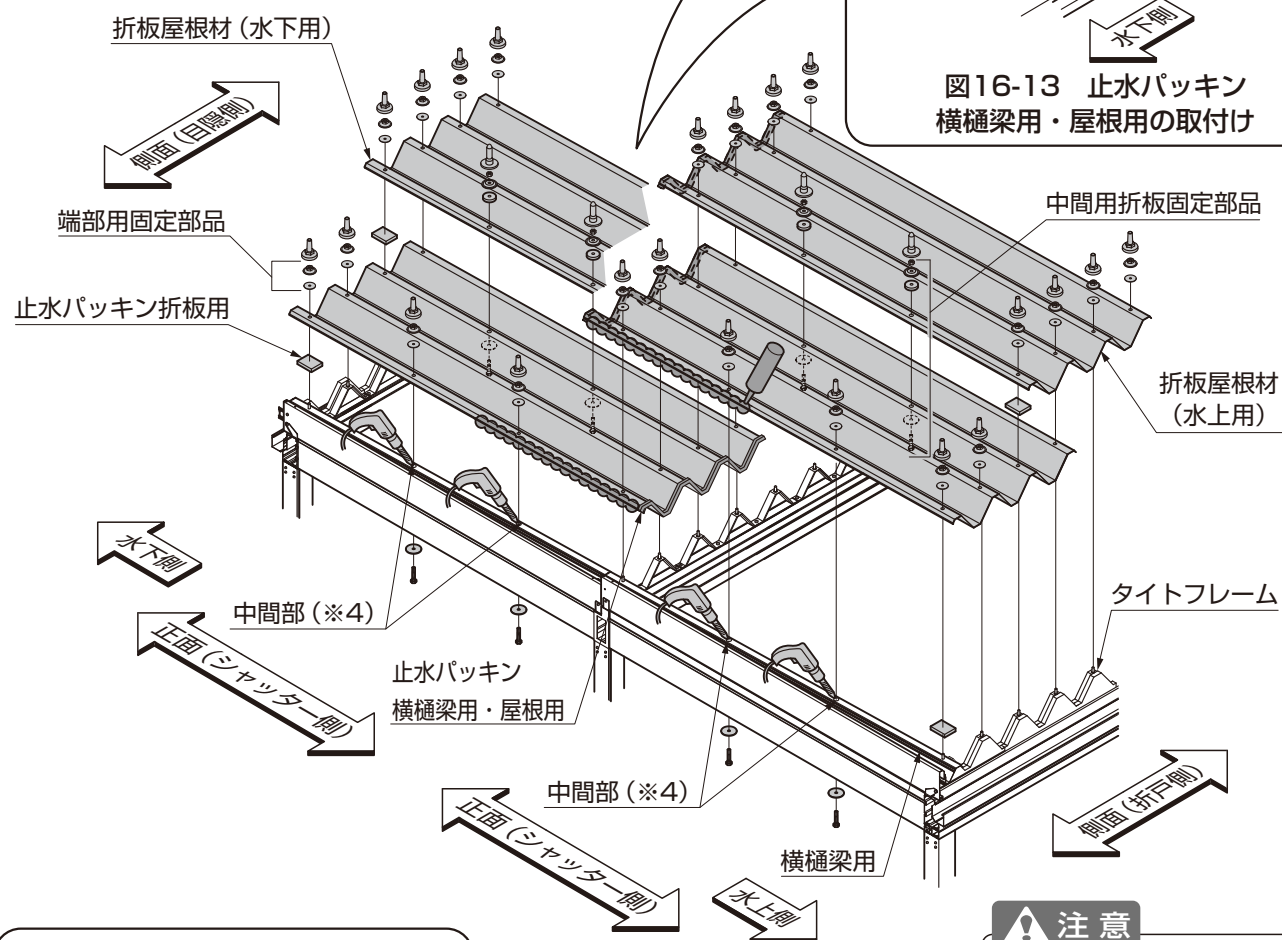
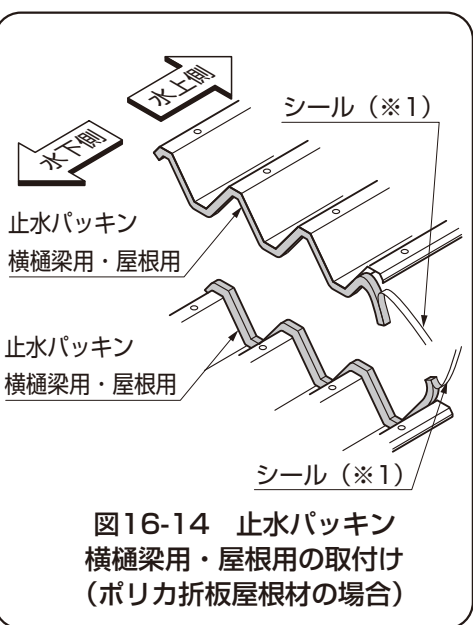

図16-13 止水パッキン
図16-14 止水パッキン
- ①水上側折板屋根材と水下側折板屋根材の中間重なり部分に、止水パッキン横樋梁用・屋根用のシール(※1)をはがして貼付けてください。(図16-13、図16-14参照)
- ポリカ折板屋根材の場合は、止水パッキン横樋梁用・屋根用を、水下側の場合は上側に、水上側の場合は下側に貼付けてください。(図16-14参照)